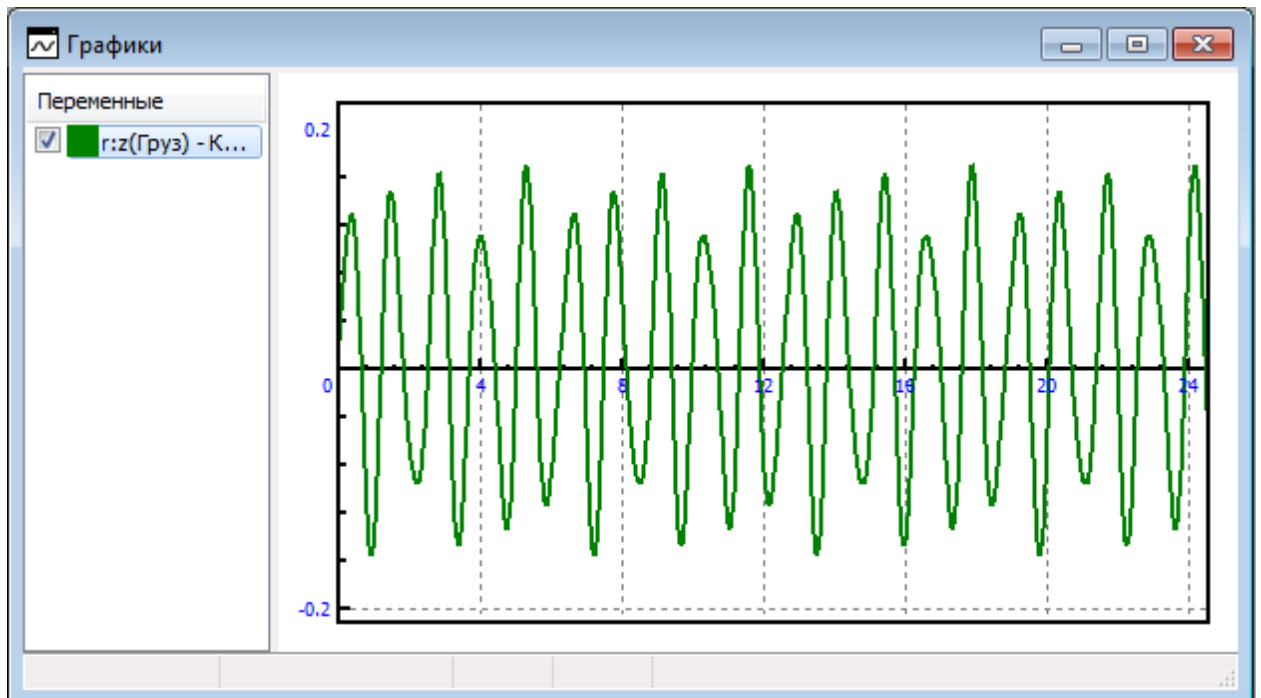

Рис. 2.25. Вынужденные колебания: частота колебаний точки подвеса пружины 8 рад/с
4. Запустите моделирование. Теперь вы видите, что точка подвеса пружины также совершает колебания. График положения груза в проекции на вертикальную ось представлен на рис. 2.25.